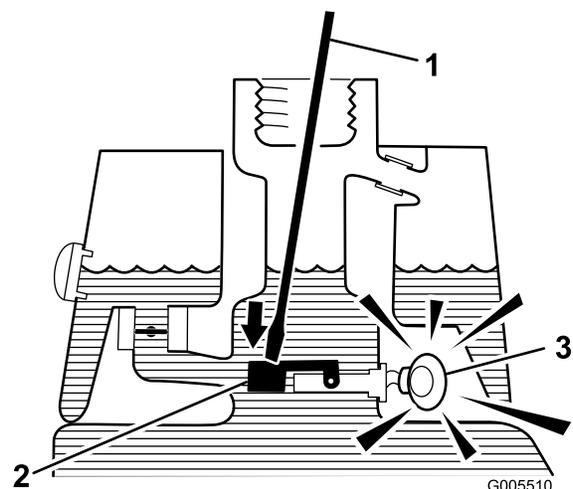

Figure 31
3. Introduisez une tige ou un tournevis propre dans le goulot de remplissage et appuyez doucement sur le flotteur (Figure 31). L'alarme doit se déclencher au bout d'une seconde.